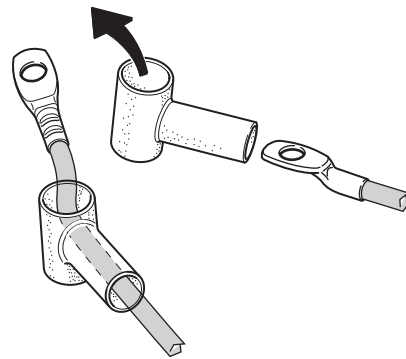

Fig. 49
- ▶ Guider les branchements de câble dans les capuchons de protection en caoutchouc (Fig. 49).